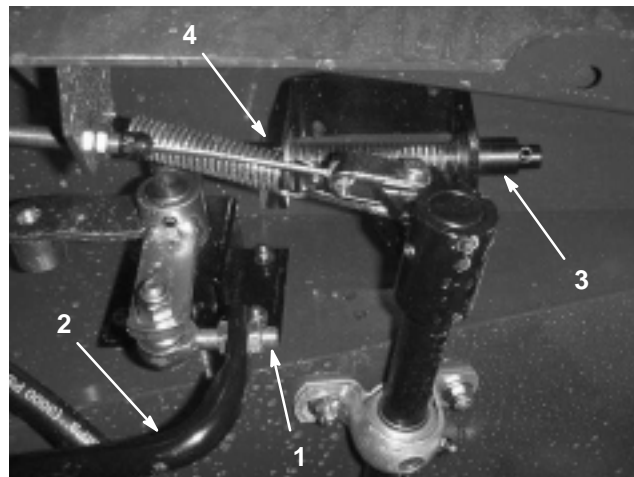

Bild 66
3. Lockern Sie die Klemmmuttern am Stangenende und stellen die Länge der Fahrpedalstange (Bild 66) so ein, dass das Pedal den Anschlag zur gleichen Zeit erreicht, zu dem der Pumpenhebel seinen vollen Ausschlag erreicht. Ziehen Sie dann die Klemmmuttern fest.